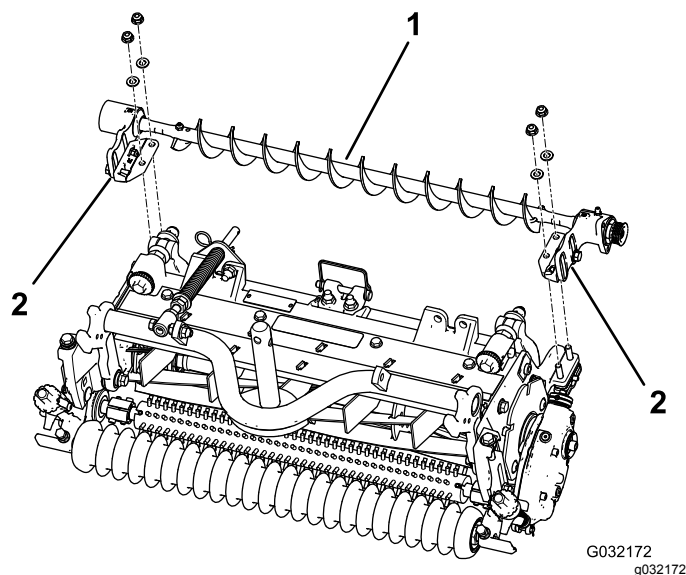

Рисунок 4
5. Установите монтажные кронштейны узла правой или левой щетки катка в сборе на болты кронштейна катка (Рисунок 4).